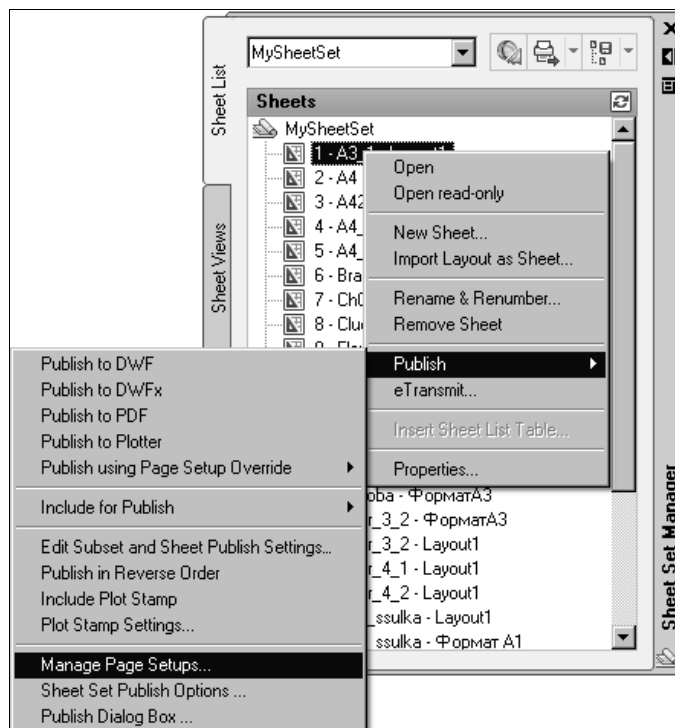

Рис. 23.14. Вызов диалогового окна Page Setup Manager для настройки параметров печати страницы
- щелкните правой кнопкой мыши на любом листе в диспетчере подшивок и выберите из контекстного меню **Publish** (Опубликовать) | **Manage Page Setups** (Наборы параметров листа) (рис. 23.14);